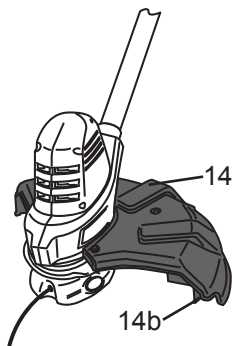

Fig.19
- > Le capot protège l'utilisateur contre les projections d'objets au cours du travail. Le capot [14] comporte une lame [14b] servant à trancher le fil de coupe en cas de besoin (Fig.19).